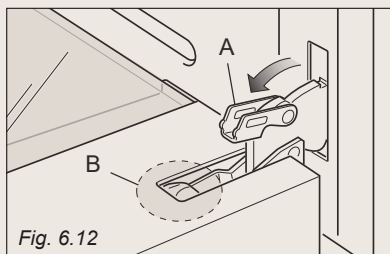
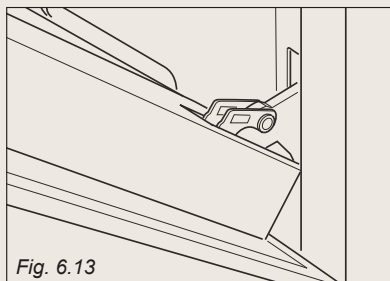

Fig. 6.12
Fig. 6.13
- * Ouvrez complètement le levier "A" sur les charnières de gauche et de droite (fig. 6.12).
- * Refermez doucement la porte (fig. 6.13) jusqu'à ce que les leviers "A" des charnières gauche et droite s'accrochent sur la partie "B" de la porte (fig. 6.12).